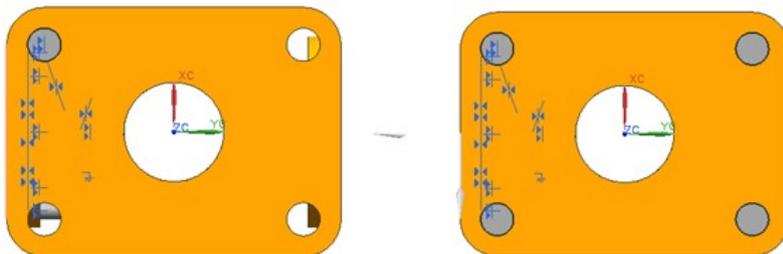

图 8.50 线性阵列
⑤ 单击【确定】按钮，完成组件线性阵列，如图 8.50 所示。